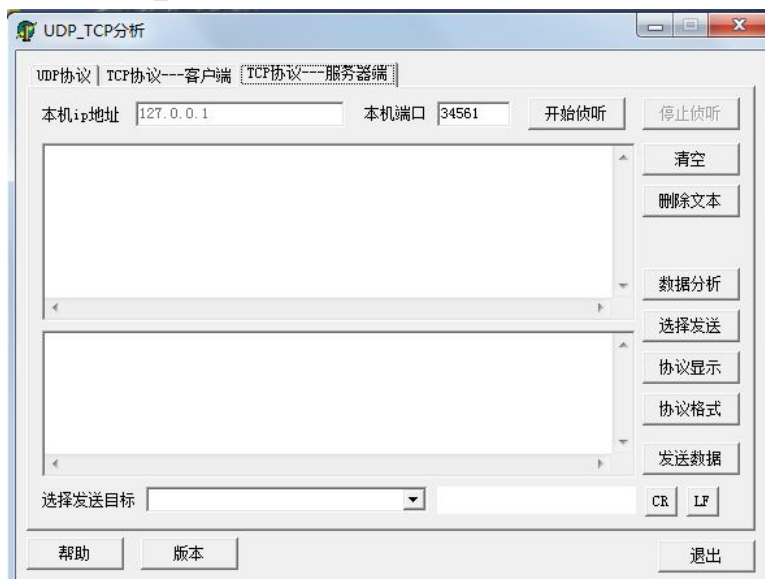
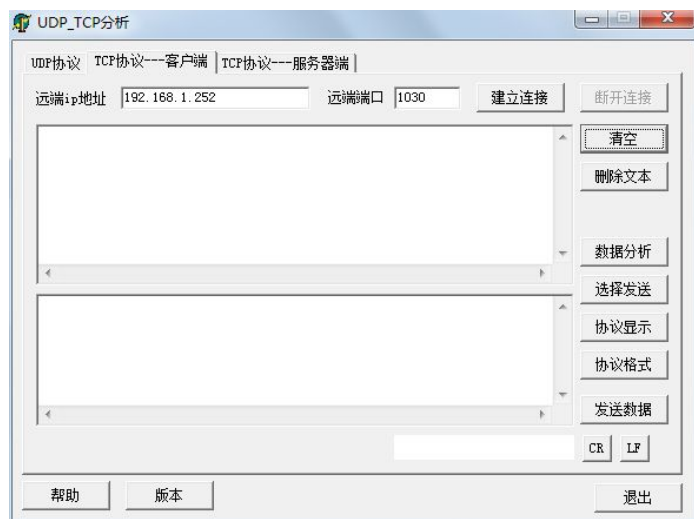
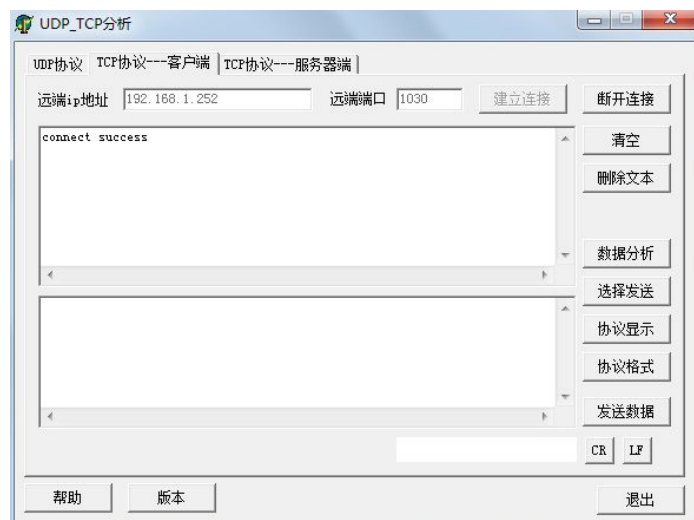

图 4 TCP_tester 默认设置
图 5 TCP 客户端设置
图 6 电脑和开发板连接成功
(3) 打开软件“TCP_tester”，默认设置如图 4 所示：
(1) 点击图 4 中的“TCP 协议---客户端”，并将“远端 ip 地址”设置为：192.168.1.252（即开发板 ip）；将“远端端口”设置为：1030（因为 RS232 对应的 TCP 本地端口为 1030）。如图 5 所示：
设置好后，点击图 5 的“建立连接”，如果建立连接成功，则会出现如图 6 所示：